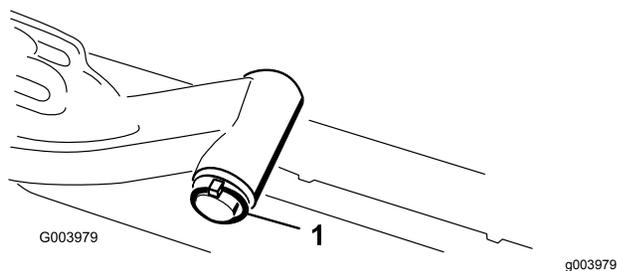

**Figura 11**
8. Per gli elementi di taglio anteriori, infilate un elemento di taglio sotto il braccio di sollevamento mentre inserite l'albero del telaio portante nella forcella di articolazione del braccio di sollevamento (**Figura 11**).
B. Inserite la forcella del braccio di sollevamento nell'albero del telaio portante (Figura 11).